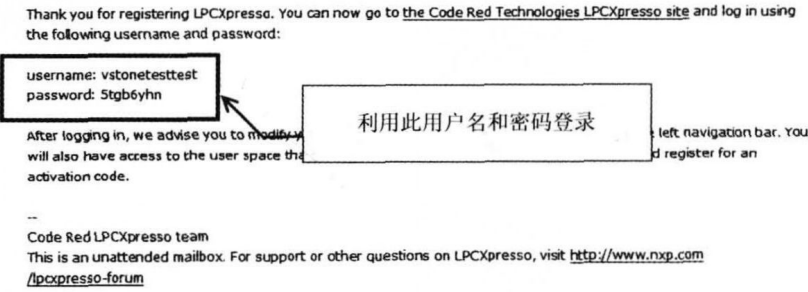

图 1.4 用户名和密码
(5) 请确认在注册的电子邮件地址收到图 1.4 所示邮件。使用记录在该邮件中的用户名和密码,在最开始的页面进行登录。